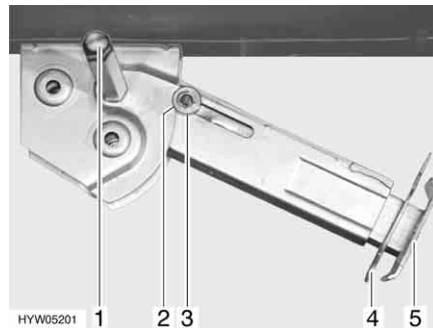

Fig. 36 Apoyo de elevación
- Colocar la llave de vaso en el hexágono (Fig. 36,1) y girarla hasta que el apoyo de elevación quede verticalmente hacia abajo.
- Extraer la clavija hendida (Fig. 36,4) de la prolongación del pie de apoyo (Fig. 36,5).
- Colocar la llave de vaso en el hexágono (Fig. 36,1) y girarla hasta que el apoyo de elevación esté de nuevo libre del suelo.
- Introducir totalmente la prolongación del pie de apoyo (Fig. 36,5) e introducir la clavija hendida (Fig. 36,4) en el orificio previsto para ello que hay en la prolongación del pie de apoyo.
- Girar con la llave de vaso en el hexágono (Fig. 36,1) hasta que el apoyo de elevación bascule hacia arriba y la arandela de guía (Fig. 36,3) esté totalmente introducida en la entalladura (Fig. 36,2).